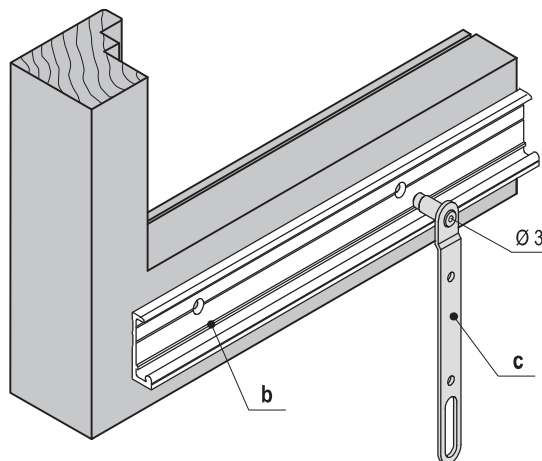

fig. 4
- 4) Per un corretto funzionamento del sistema è necessario eseguire un pre-foro da 3 mm su ogni foro vite (fig. 4), utilizzando la dima art. M02030.00.05 (c). Fissare la guida con viti da 4x30 mm.